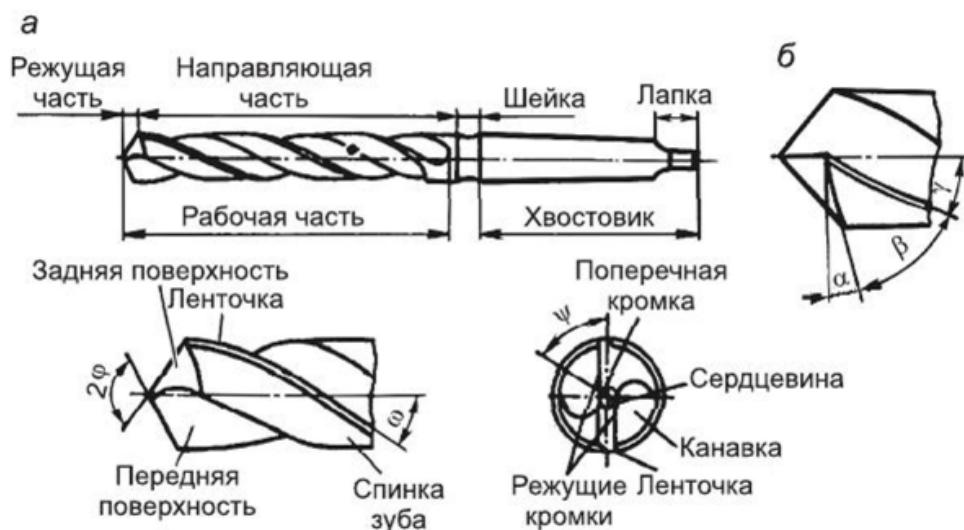

Рисунок 2 – Элементы и геометрия спирального сверла
*Сpirальное сверло* (рис.2) представляет собой двузубый режущий инструмент, состоящий из рабочей части, шейки и хвостовика. Рабочая часть включает режущую и направляющую части.